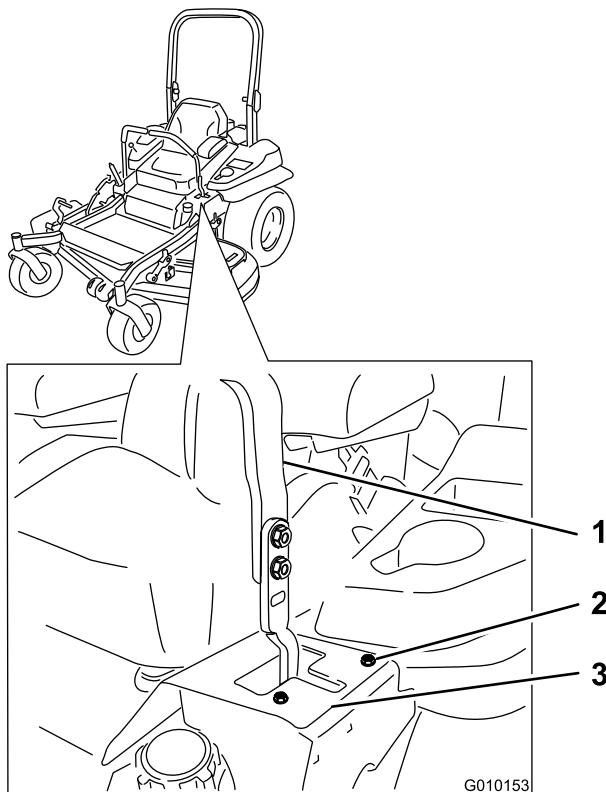

Figura 50
6. Si se desvía hacia la derecha, afloje los pernos y ajuste la chapa del tope izquierdo hacia atrás en la ranura en T de la izquierda hasta que la máquina avance en línea recta (Figura 50).
7. Si se desvía hacia la izquierda, afloje los pernos y ajuste la chapa del tope derecho hacia atrás en la ranura en T de la derecha hasta que la máquina avance en línea recta (Figura 50).
8. Apriete la chapa del tope (Figura 50).